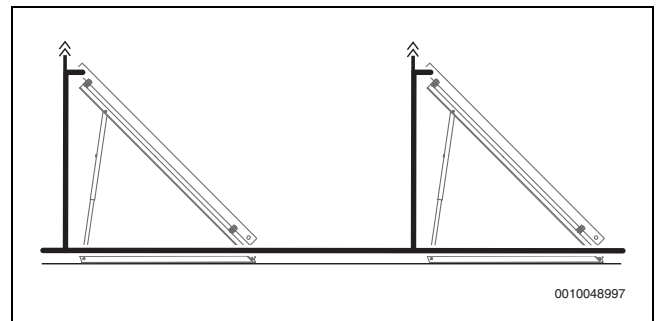

Bild 14 Mehrere parallel geschaltete Kollektorreihen mit zusätzliche Entlüfter (Vorführluft)
- Bei mehreren parallel geschalteten Kollektorreihen auf Flachdächern sowie bei Anlagen mit Solarstation KS0150 an jeder Kollektorreihe einen Entlüfter montieren (→ Bild 14).